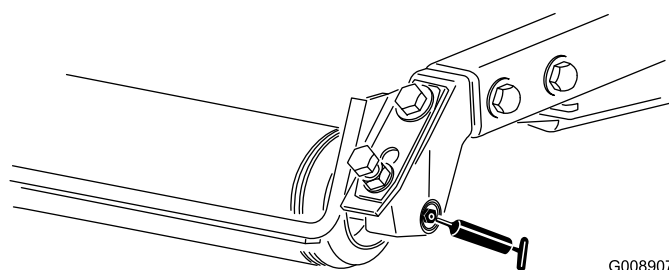

Рисунок 38
- Задние роликоподшипники (по 2 шт. на режущий блок) (Рисунок 38)